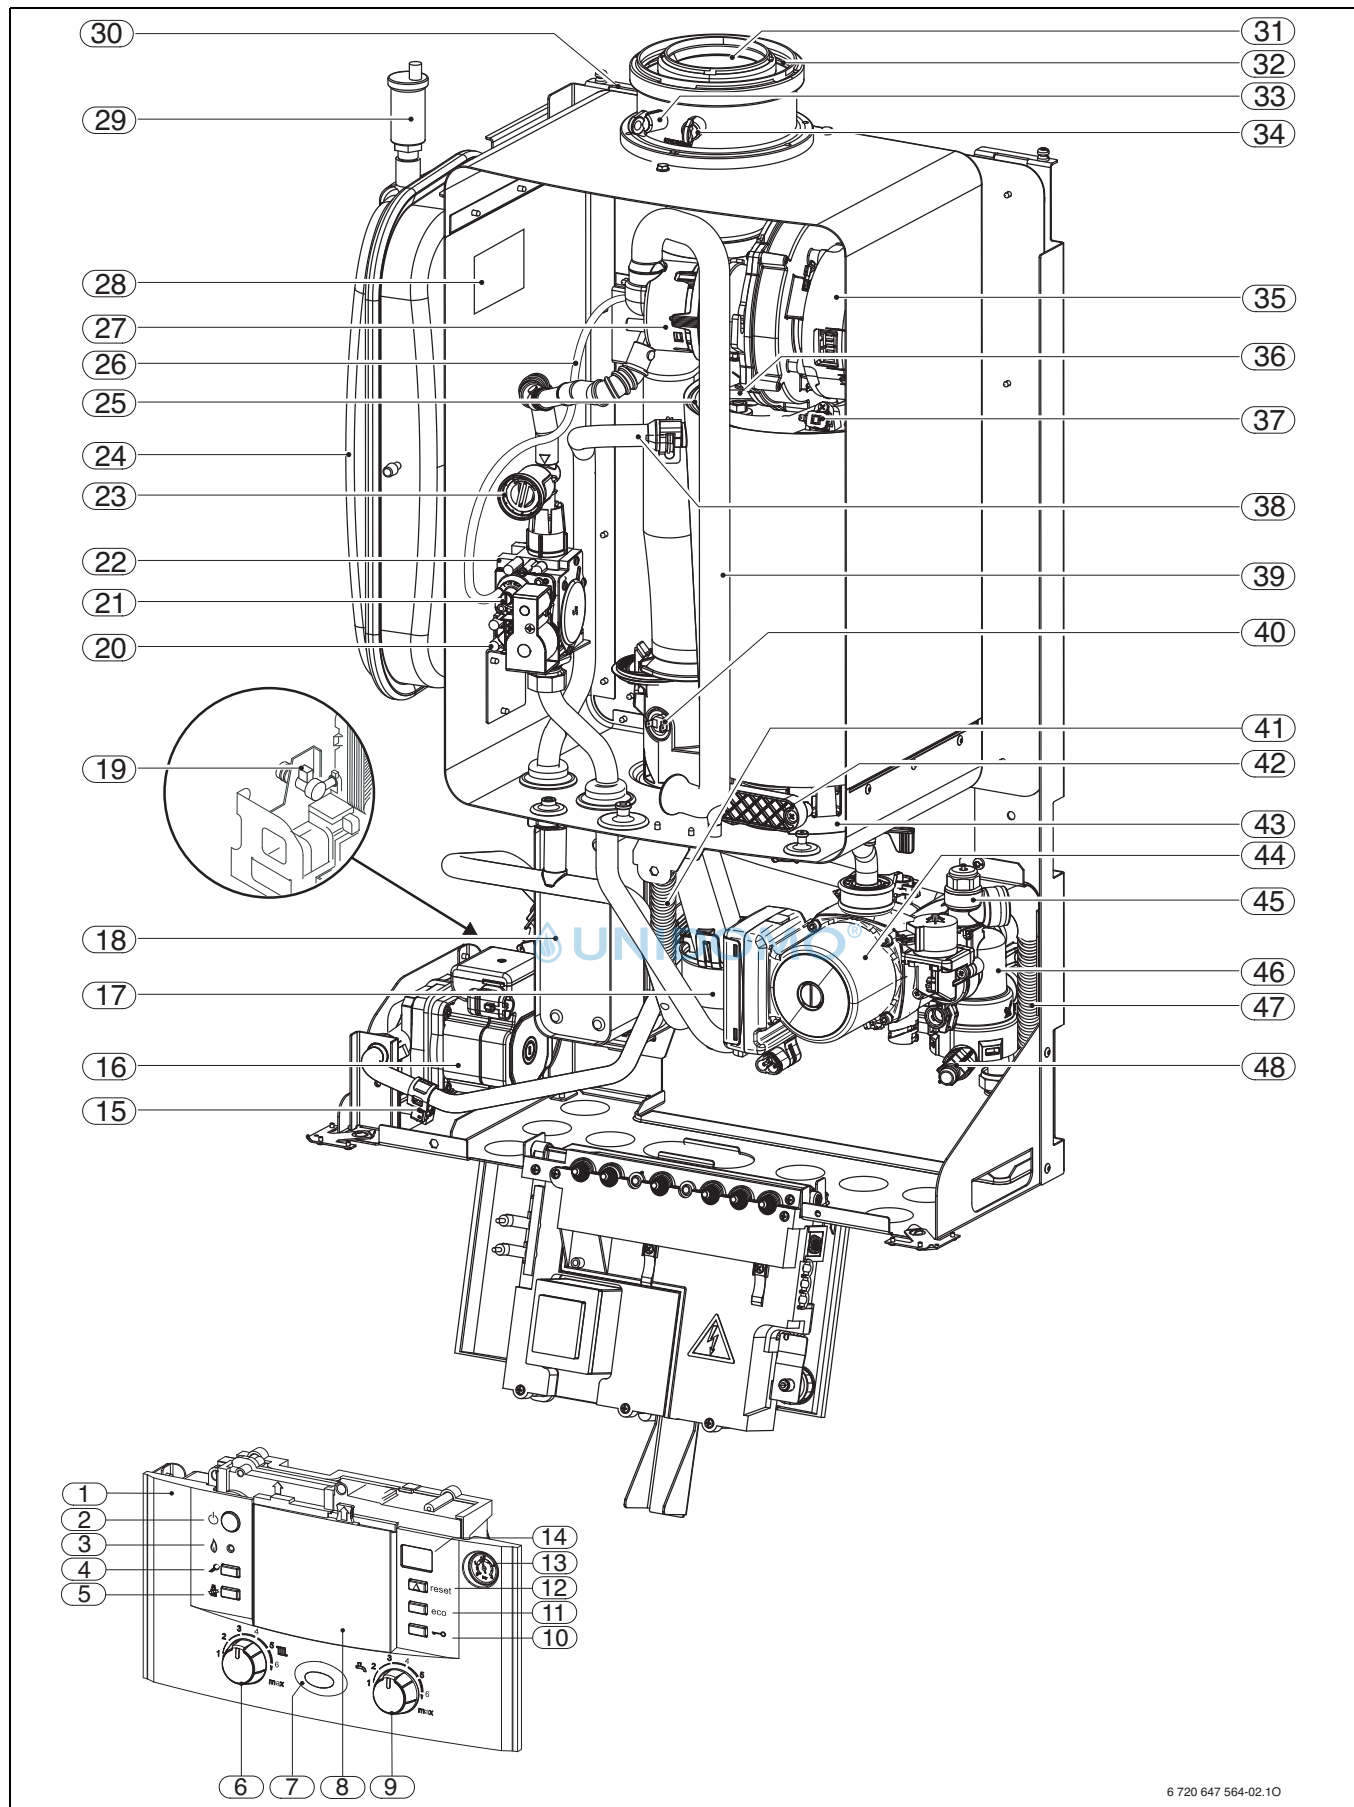

Bild 3 Heizgerät
Das Typschild (28) befindet sich innen links im Luftkasten (→ Bild 3, Seite 8).
Legende zu Bild 3: